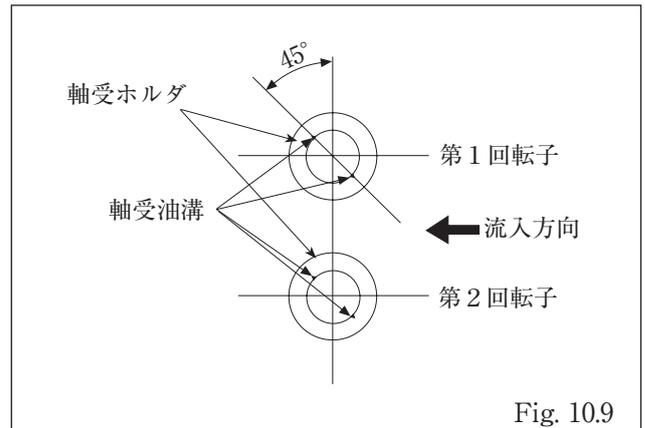

Fig. 10.9
- (1) 後蓋側の軸受(207)と盲蓋(104)は回転子組込み前に取り付けてください。
b. 回転子軸受の油溝(V溝)方向はFig.10.9のように取り付けてください。